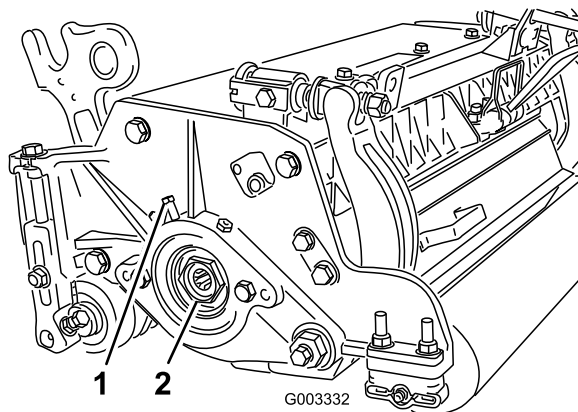

Figura 28
- A. Afloje el tornillo de fijación exterior que sujeta la tuerca de ajuste del cojinete al alojamiento del cojinete situado en el lado izquierdo de la unidad de corte (Figura 28).